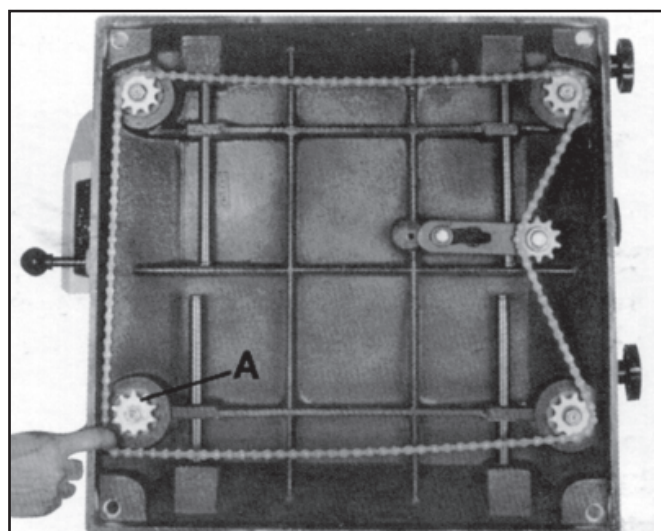

Figura 27
2. Retire la cadena de la estrella en el extremo de la mesa que se debe ajustar. Por ejemplo, la cadena ha sido retirada de la estrella (A, Figura 27).
3. Gire la estrella (A, Figura 27) con la mano para ajustar la esquina con las otras tres esquinas. Si gira la estrella en el sentido de las manecillas del reloj, disminuirá la distancia entre la mesa y el cabezal. Una rotación en sentido contrario a las manecillas del reloj aumenta la distancia.